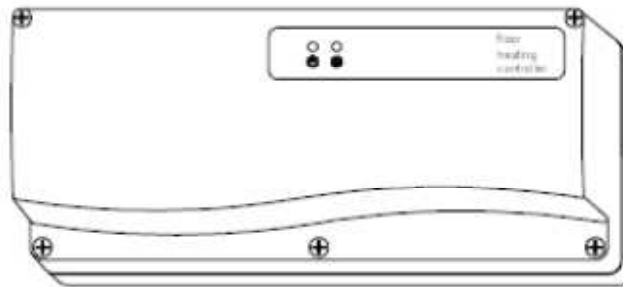

FIG.1 ASPECT EXTERIOR
- Aparatul este prevazut cu doua LED-uri in partea frontala , vezi Fig.1.: